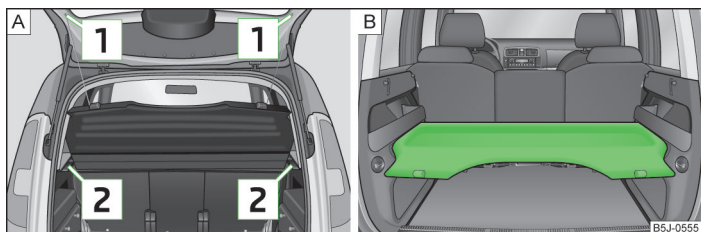

Abb. 47 Gepäckraumabdeckung ausbauen / Gepäckraumabdeckung in der unteren Position
- › Die Haltebänder **1** » Abb. 47 aushängen.
Die Gepäckraumabdeckung kann auch in der unteren Position auf den Stützelementen angebracht werden » Abb. 47 - **B**.